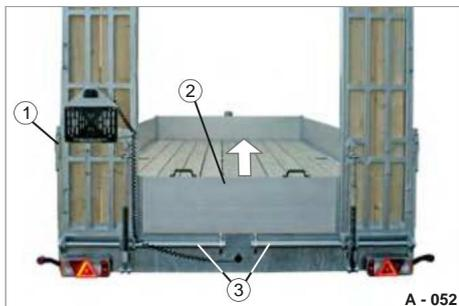

Fig. 77 Sblocco delle rampe di accesso
- ÿ Se necessario, rimuovere la parete di inserimento (Fig. 77/2).
Le aste di guida (Fig. 77/3) siano prive di sporco: se necessario, pulirle prima e ingrassarle leggermente.
- ÿ Sbloccare il blocco della rampa di accesso (Fig. 77/1).